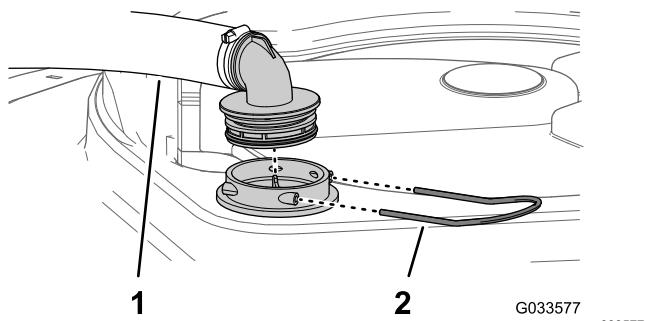

図 76
- タンク上部で、ストレーナハウジングからの太いホースについているフィッティングを固定しているリテーナを外す 図 76。
- ストレーナハウジングからホースとフィッティングを取り外す図 76。